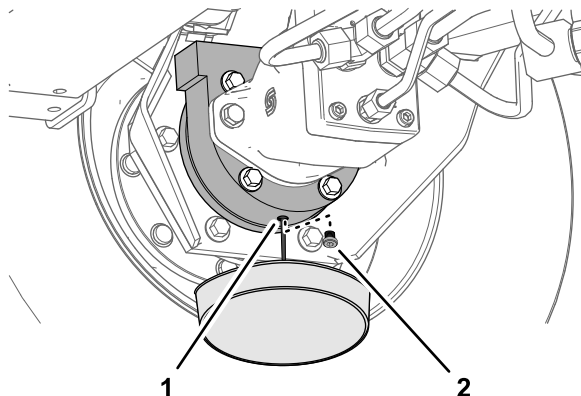

Figura 66
6. Coloque un recipiente debajo del alojamiento del freno, retire el tapón de vaciado y deje que se drene el aceite totalmente (Figura 66).